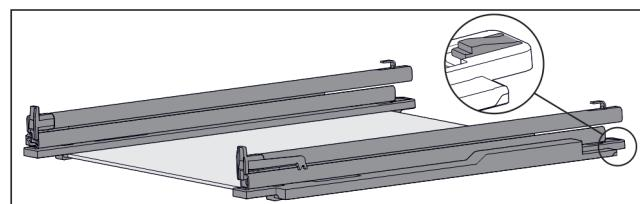

Fig. 110 Skleněná deska s kolejničkami a přídržnými díly
- Přídržný díl vzadu stlačte dolů (viz Fig. 110) a současně zasuňte kolejničku dozadu.